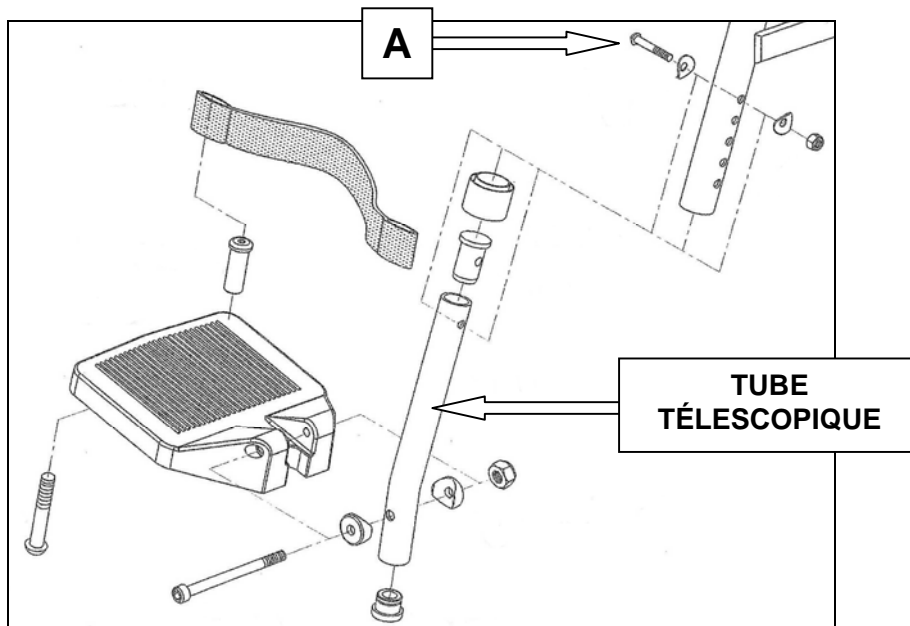

Figure 1 : Changer la longueur des appuis-pieds.
1. Retirer la vis d'ajustement (**A**) à l'aide d'une clé plate 10 mm et d'une clé hexagonale de 4 mm (voir; figure 1);